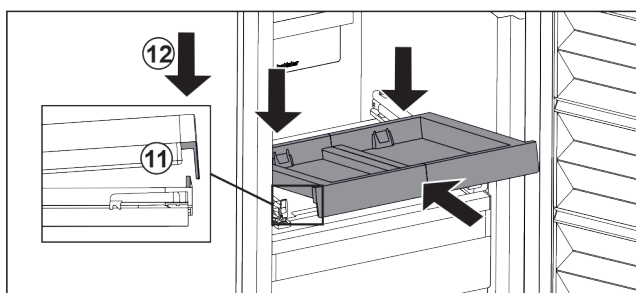

Fig. 103
- ▶ Šikmo zasuňte. Dbejte, aby byl na obou stranách doraz za západkou. Fig. 103 (11)
- ▶ Usadíte vpředu vysouvací přihrádku. Fig. 103 (12)